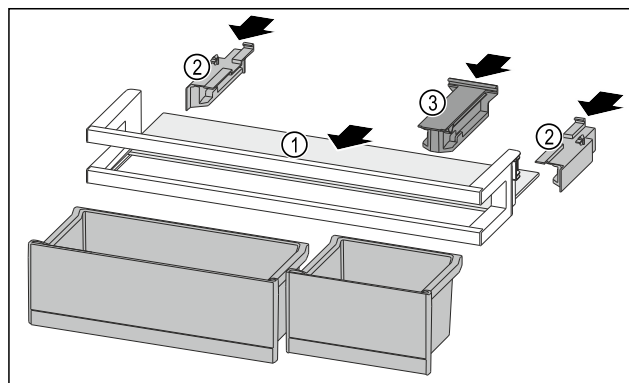

Fig. 263
- ▶ Вдвиньте съёмную полку Fig. 263 (1) в боковые пазы.
- ▶ Установите боковые части Fig. 263 (2).
- ▶ Смонтируйте крепление Fig. 263 (3).